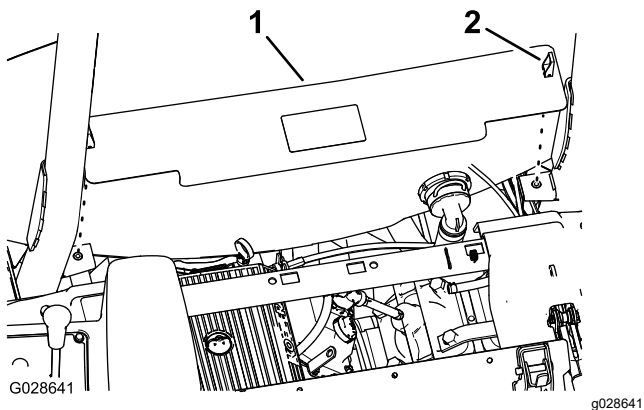

Figura 13
2. Rilasciate i 2 fermi che fissano la protezione dietro il sedile al telaio e rimuovete la protezione dalla macchina (Figura 13).